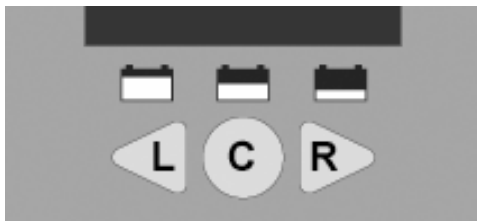

Figura 4. Botões do medidor
O RM-1 possui três (3) botões de acesso aos itens de menu do medidor, como mostrado na Figura 4. Cada vez que o botão central “C” é pressionado, a seleção avança para a próxima linha de informação abaixo. Pressionar o botão “C” na última linha faz voltar para a linha do topo. Use os botões de seta “L” e “R” para visualizar cada tela em uma linha de informação.